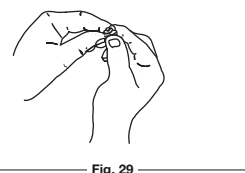

Fig. 29
5. Pressez le filtre pour répartir et drainer l'excédent d'huile (Fig. 29).